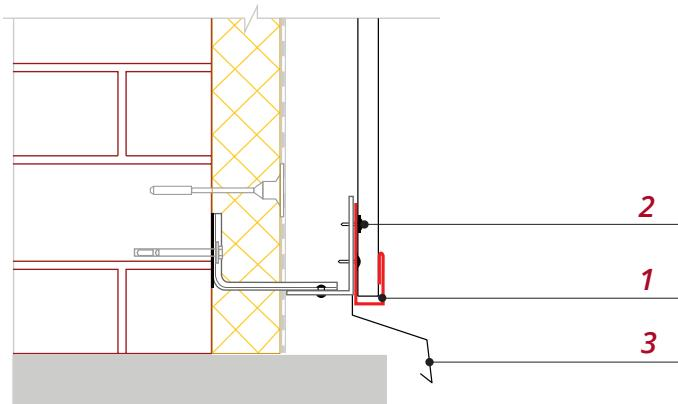

Рис. 4
- Установите J-профиль **1** по нижней линии облицовки фасада, по уровню, строго горизонтально (рис. 4). Закрепите планку саморезами **2**. Если предусмотрен цокольный отлив **3**, установите его до монтажа панели.
1. Используется J-профиль (рис. 4).